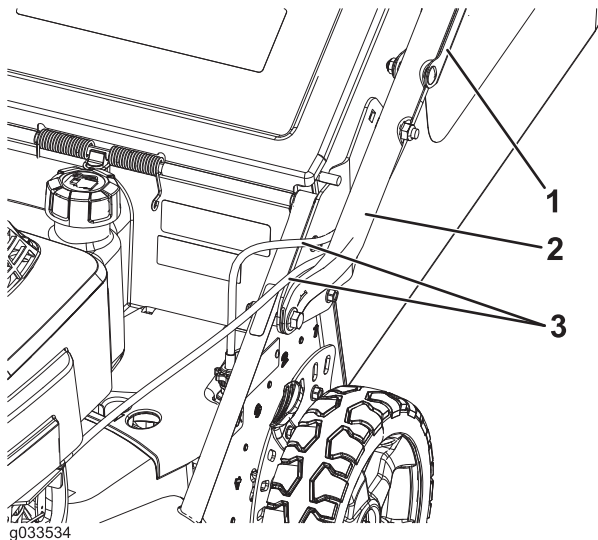

Bild 4
4. Verlegen Sie die Steuerkabel zwischen dem Mähwerk und dem Holm, damit sie nicht beschädigt werden (Bild 4).